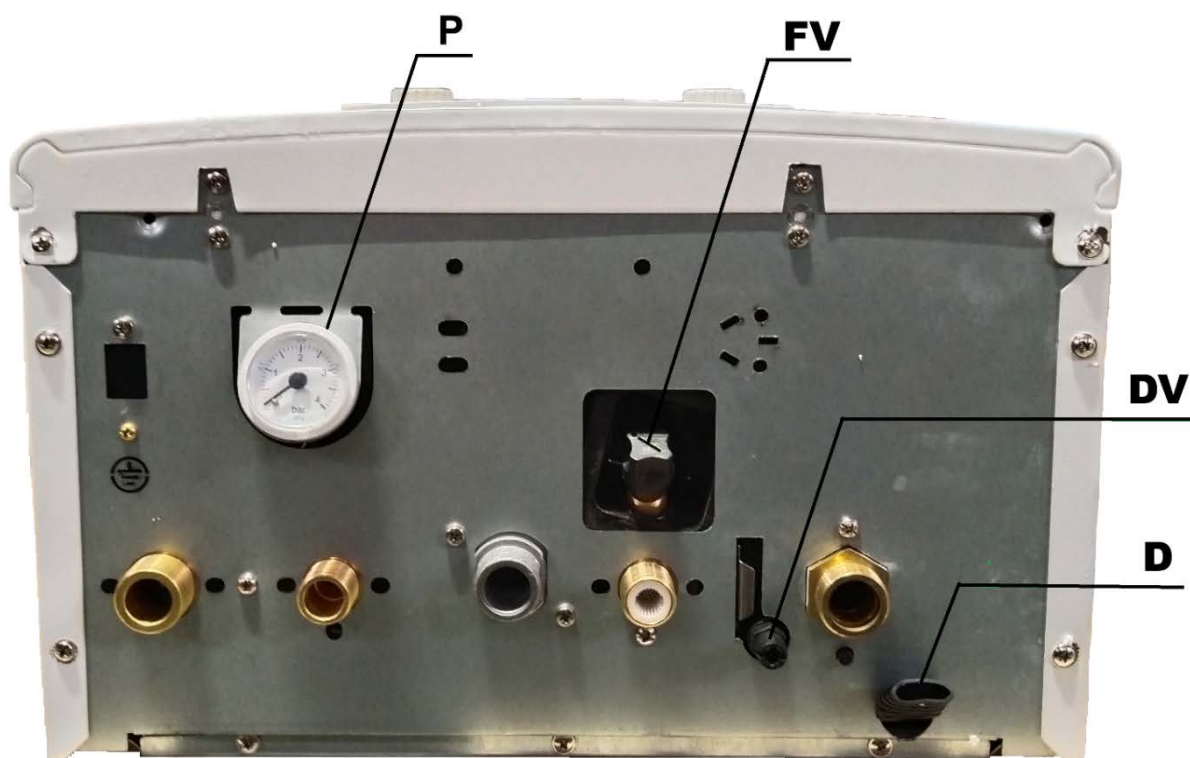

Рис. 9. Вид на котёл снизу
Подсоедините сливной патрубок предохранительного клапана **D** (рис.9) в дренажную канализацию. Присоединение следует выполнять «с разрывом струи», чтобы иметь возможность визуально контролировать факт срабатывания предохранительного клапана и проходимость дренажного трубопровода.
- Постепенно открывайте кран заполнения **FV** (рис.9);
- После удаления воздуха из системы отопления, продолжайте подпитку и отслеживайте давление по манометру **P**. (рис.9). При установлении давления равном 1,5 бар, подпитку прекратить.
При необходимости, опорожнение котла производится через сливной кран DV (рис.9). Кран открывается путём проворачивания его, за шестигранный выступ, против часовой стрелки. Для избегания брызг, на «ёрш» крана можно одеть трубку подходящего диаметра.